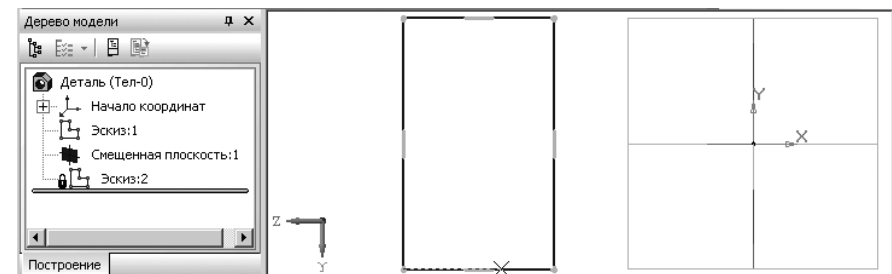

Рис. 7.121. Состояние системы в процессе построения эскиза траектории – ломаной с заданными вершинами
- нажмите клавишу **F9** для показа всего фантома прямоугольника. Возможное состояние системы показано на рис. 7.121.